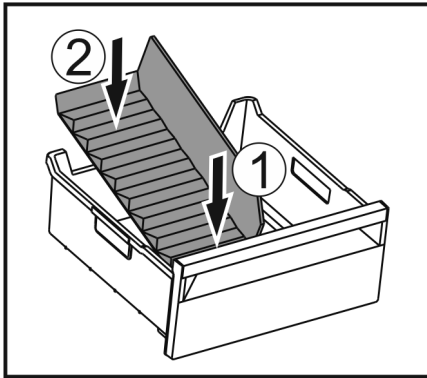

Fig. 144
- ▶ Vorderen Teil des Eisfach-Trenners einsetzen. Fig. 144 (1)
- ▶ Hinteren Teil des Eisfach-Trenners bis zum Schubfachboden absenken. Fig. 144 (2)